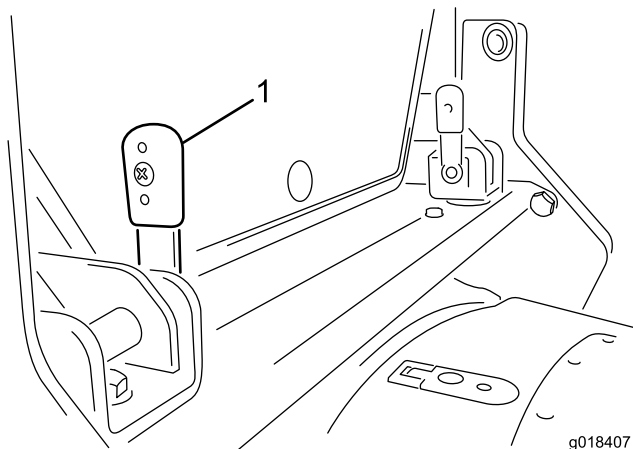

Figura 12
1. Rode as duas alavancas de bloqueio, localizadas na travessa na parte traseira da cabina, de forma que fiquem viradas para cima (Figura 12).
3. Com as alavancas na posição vertical (Figura 12), empurre-as através dos conjuntos de suportes. Pode ser necessária alguma força nas alavancas para os suportes para alinhar as cavilhas de bloqueio nas ranhuras.